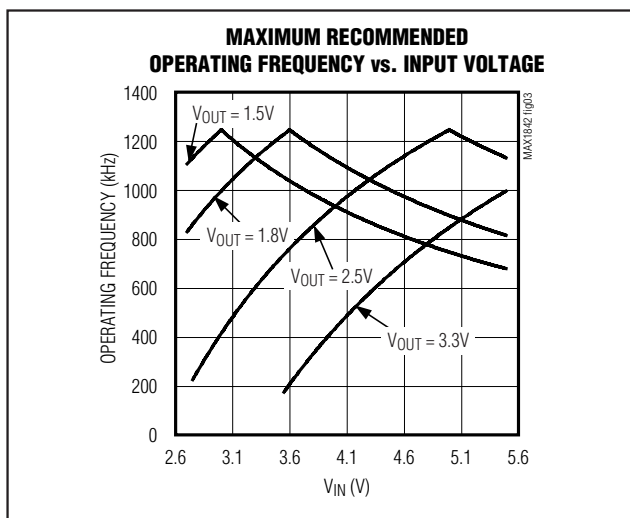

図3. 推奨最大動作周波数対入力電圧
- 1) 希望のPWMモードスイッチング周波数を選択します。最初の値としては1MHzが適切です。最大動作周波数については、図3を参照して下さい。